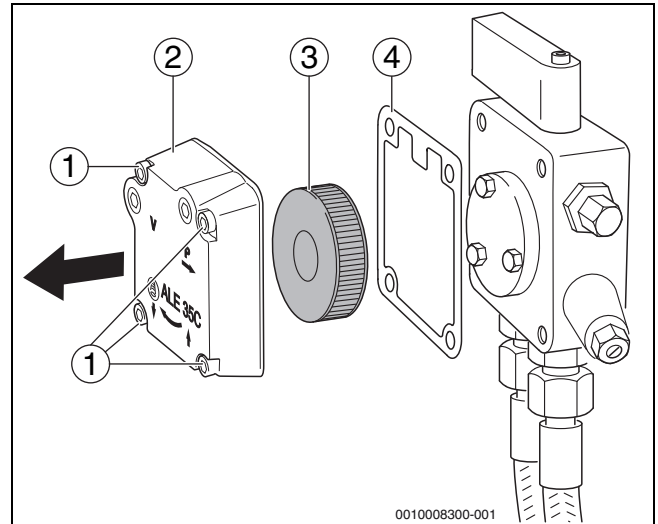

Bild 28 Ölpumpenfilter prüfen – Ölpumpe Suntec
- ▶ Die vier Innensechskantschrauben (→Bild 28, [1]) lösen.
- ▶ Gehäusedeckel (→Bild 28, [2]) abnehmen.
- ▶ Ölpumpenfilter (→Bild 28, [3]) herausnehmen.
- ▶ Dichtung (→Bild 28, [4]) auf Beschädigung prüfen und gegebenenfalls austauschen.
- ▶ Ölpumpenfilter (→Bild 28, [3]) mit Waschbenzin reinigen, gegebenenfalls austauschen und wieder in die Ölpumpe einbauen.